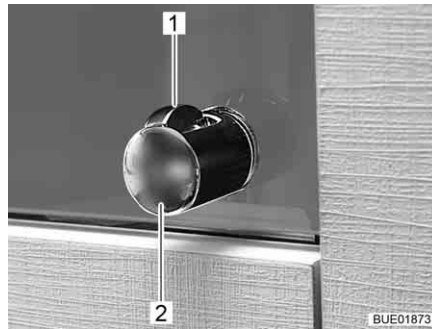

Bild 44 Griff mit Entriegelungsknopf
- Entriegelungsknopf (Bild 44,1) drücken und gedrückt halten.
- Am Griff (Bild 44,2) ziehen, bis die Möbelklappe offen ist.